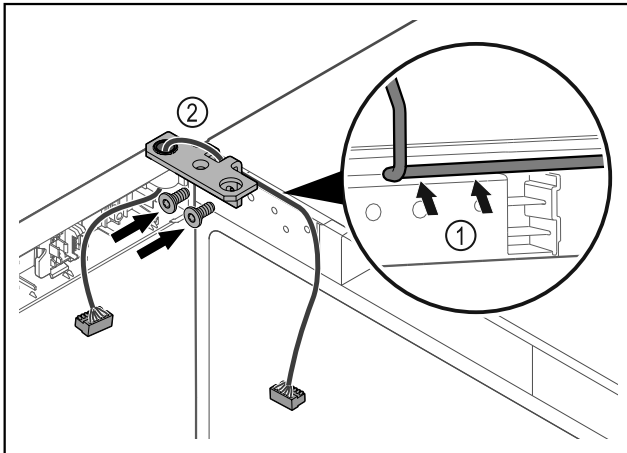

Fig. 48
- ▶ Läg kabeln genom gångjärnsfästets urtag och dra den försiktigt Fig. 48 (1).
- ▶ Skruva fast gångjärnsfästet Fig. 48 (2).